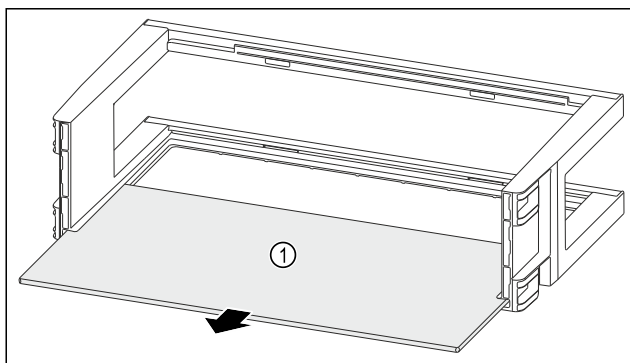

Fig. 113
- Odoberte odkladaciu plochu Fig. 113 (1).